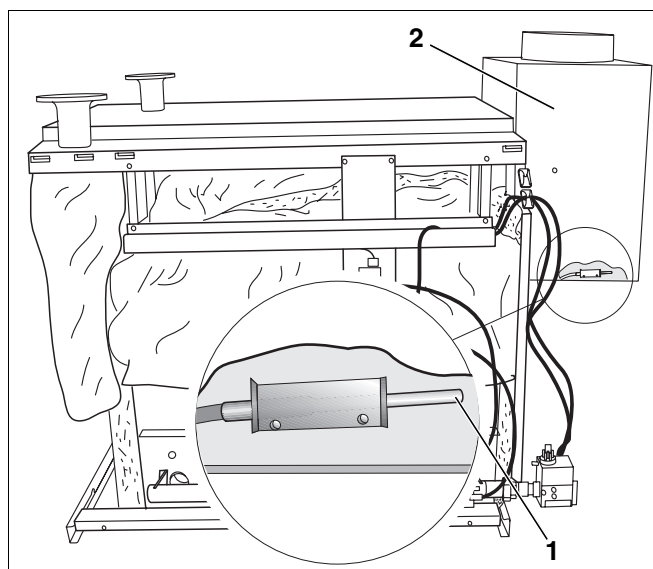

Рис. 14 Проверка температуры дымовых газов
- Открутить датчик дымовых газов (рис. 14, **поз. 1**, всего два датчика температуры дымовых газов, по одному на горелку) от прерывателя тяги (рис. 14, **поз. 2**).
- При работающей горелке удерживать наконечник датчика температуры (рис. 14, **поз. 1**) в середине потока дымовых газов. Подача газа прекращается максимум на 120 секунд, и горелка выключается. Примерно через 20 минут горелка автоматически включится, так как остается потребность в тепле.
- Установить датчик температуры дымовых газов (рис. 14, **поз. 1**) на место.